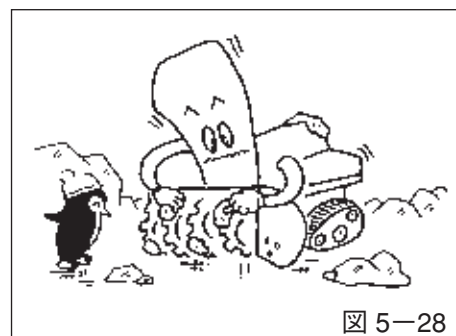

図 5-28
1. オーガケース内とブロワ部分の雪や氷などを丁寧に取り除いてください。(図 5-28 参照)